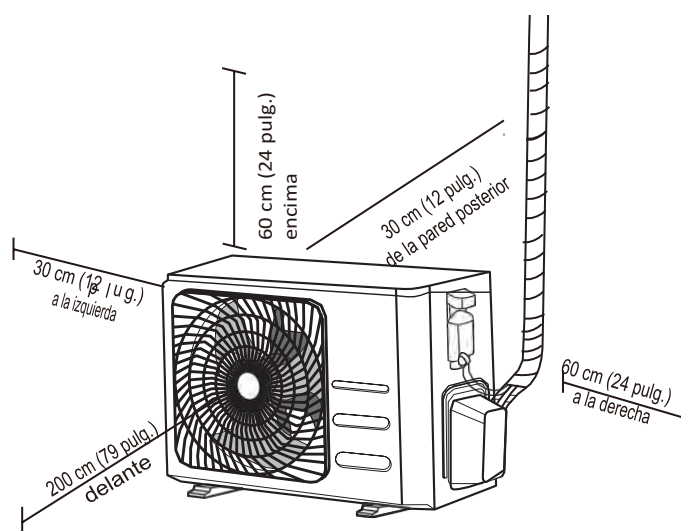

Fig. 4.1
- ☒ Cumple con todos los requisitos de espacio que se muestran en Requisitos de espacio de instalación (**Fig. 4.1**)